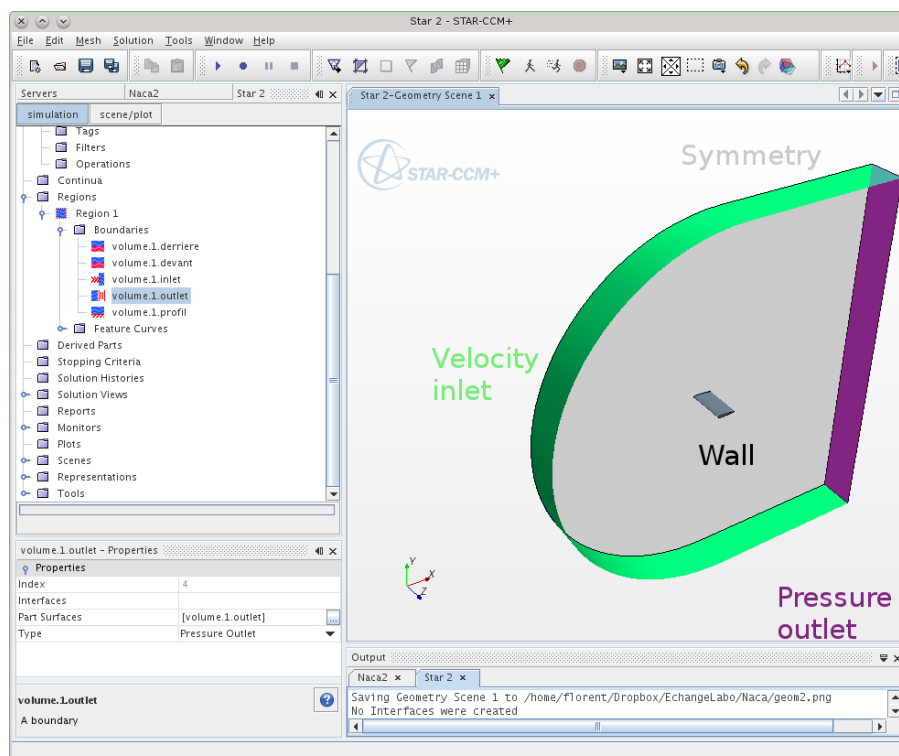

FIGURE 4 – Domaine fluide utilisé et conditions aux limites.
- Garder les valeurs par défaut (“create new Part”). La figure 4 représente le domaine fluide 2D et les frontières d’intérêt. Les deux faces latérales sont des symétries, et seront éliminées lors du passage à 2D.
- Changer alors le type de conditions aux limites pour les frontières (voir Fig. 4) :